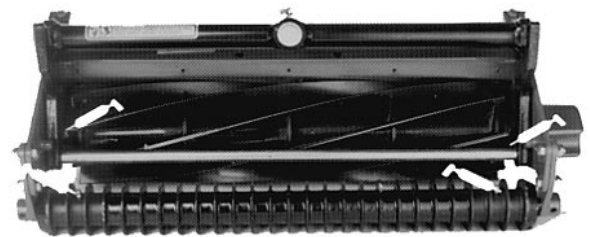

Bild 8
Jede Mähspindel hat sechs Schmiernippel (6) (Bild 8, 9), die mit Nr. 2 Allzweckschmierfett auf Lithiumbasis abzuschmieren sind. Für beste Ergebnisse sind Handfettpressen zu empfehlen.